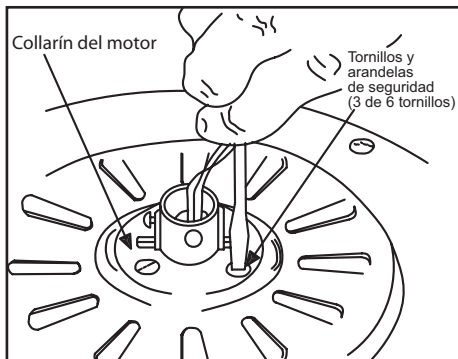

Figura 8
3. Retira tres de los seis tornillos y arandelas de seguridad (alternados) que sujetan el collarín del motor a la parte superior de la carcasa del motor (Figura 8).